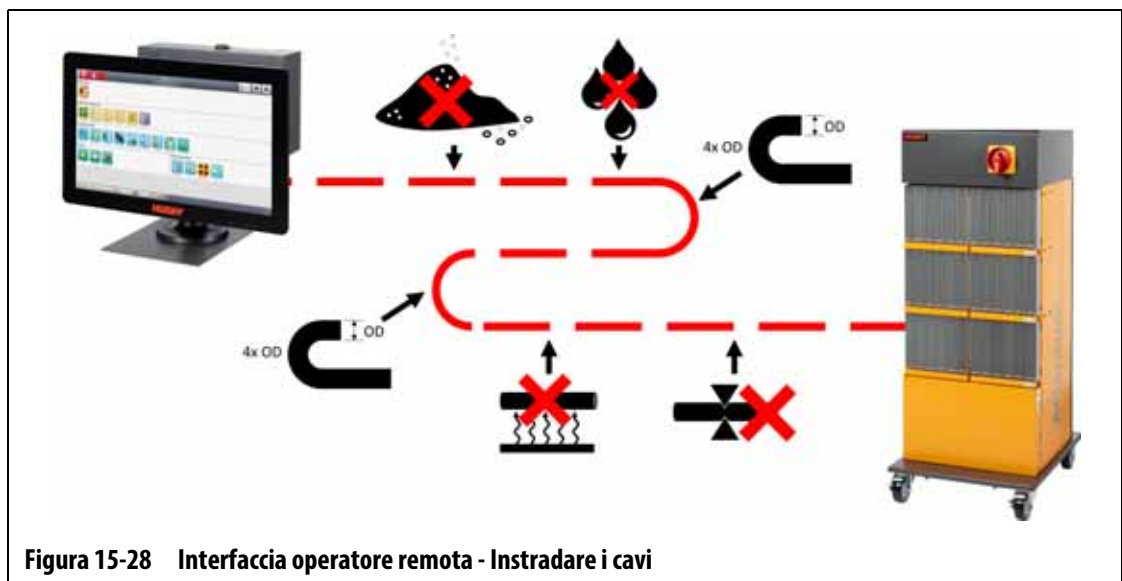

Figura 15-28 Interfaccia operatore remota - Instradare i cavi
- Instradare i cavi di Comunicazione e Alimentazione da 7,6 m (25 ft) dal mainframe della centralina alla posizione dell'interfaccia operatore. Consultare la Figura 15-28.